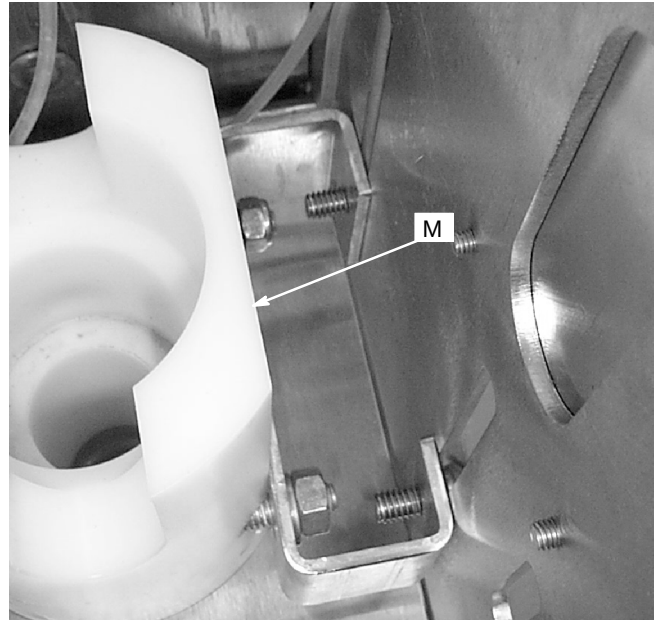

Fig. 11
4. Suba el soporte de la pistola (M) hasta que el pasador (N) abra el gatillo. Vea las Fig. 11 y 12.